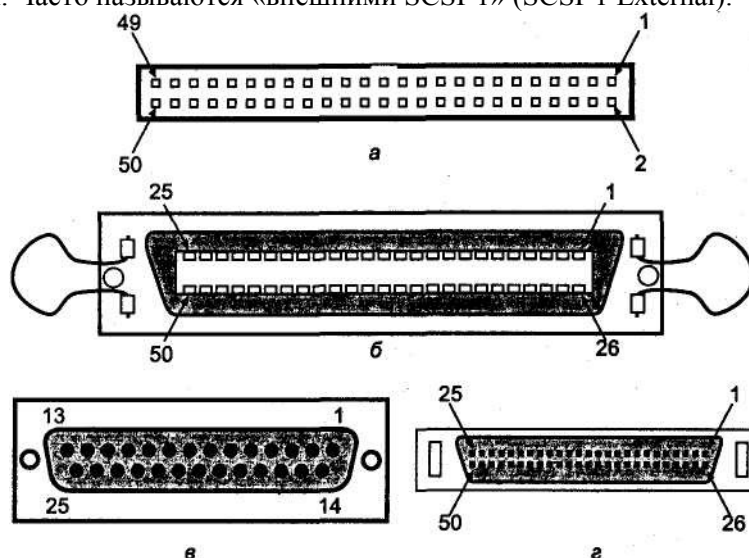
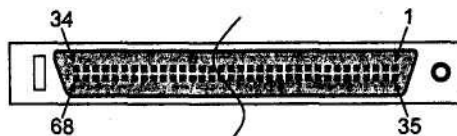
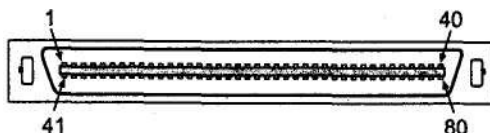

Рис. 5.1. Разъемы 8-битного устройства SCSI: а — IDC-50P, б — CX-50R в — DB-25P, г — HD-50F
Рис. 5.2. Разъемы 16-битного устройства SCSI HD-68F
Рис. 5.3. Разъем устройства SCSI с «горячей» заменой SCA-80
♦ IDC-50 - разъемы для соединения внутренних устройств (аналогичны разъемам ATA, где применяются 40-контактные IDC-40). Разъемы имеют квадратные штырьковые контакты с шагом 0,1" (2,54 мм), пластмассовый корпус, без кожуха и дополнительных фиксаторов (рис. 5.1, а). На устройствах устанавливаются *вилки* (IDC-50M), на ленточных кабелях — *розетки* (IDC-50F).
CX-50 — разъемы типа Centronics, аналогичные применяемым в принтерах (но 50-контактные). Разъемы имеют пластинчатые контакты с шагом 0,085" (2,16 мм) и внешний металлический кожух (рис. 5.1, б). Применяются для соединения внешних устройств. На корпусе устройства (и SCSI-адаптера) устанавливают *розетки* (CX-50F), на кабелях — *вилки* (CX-50M). Разъемы фиксируются проволоочными скобами, установленными на розетке, входящими в выемки на корпусе вилки. Часто называются «внешними SCSI-1» (SCSI-1 External).
♦DB-25 — разъемы с круглыми штырьковыми контактами в металлическом кожухе D-образной формы (как на LPT-порте компьютера). На устройстве устанавливается *розетка* (DB-25F), на кабеле — *вилка* (DB-25M); фиксация выполняется с помощью винтов (рис. 5.1, в). Применяются на некоторых внешних устройствах (например, Zip).
♦HD-50, они же MiniDSO (рис. 5.1, г), — разъемы со штырьковыми контактами в металлическом кожухе D-образной формы, с высокой плотностью контактов (High Density) — с шагом 0,05" (1,27 мм). На устройстве устанавливается *розетка* (HD-50F), на кабеле — *вилка* (HD-50M); фиксация выполняется с помощью защелок (клипсов). Часто называются «внешними SCSI-2» (SCSI-2 External).
♦HD-68, они же MiniD68, — аналогичные разъемы, но с 68 контактами. На устройстве устанавливается *розетка* (HD-68F или MiniD68F), на кабеле — *вилка* (HD-68M или MiniD68M). Внешние разъемы фиксируются с помощью клипсов или винтов, внутренние — только на трении. Часто называются разъемами SCSI-3, в настоящее время наиболее широко используются для «широкого» интерфейса. На рис. 5.2 показан внешний разъем, слева изображена клипса, справа — резьбовая буска.
SCA (Single Connector Attachment) — разъем для подключения устройства одним разъемом. Предназначен для подключения дисков, устанавливаемых в шасси с возможностью «горячей» замены (или, по крайней мере, легкой, через лицевую панель). В настоящее время распространена спецификация SCA-2 на разъемах MCX-80 (рис. 5.3). На устройстве устанавливается вгшся (MCX-80F), на шасси — розетка (MCX-80M). Кроме интерфейсных сигналов, на разъем выводятся шины питания, ^ также сигналы конфигурирования устройства (идентификатор, режимы и т. п.). На боковых направляющих имеются дополнительные контакты заземления. Конфигурационные джамперы устанавливаются не на устройстве, а на шасси (или на плате адаптера).
Для версии Narrow SCSI использовались разъемы, изображенные на рис. 5.1, для Wide SCSI — на рис. 5.2. Для устройств с «горячей» заменой применяют миниатюрный D-образный разъем SCA-2, общий для питания и сигнальных цепей (рис. 5.3). Ассортимент кабелей SCSI довольно широк.
- внутренний А-кабель SCSI-1 и SCSI-2 имеет разъемы с низкой плотностью контактов IDC-50 (розетки, см. рис. 5.1, а);
- внешний А-кабель SCSI-1 имеет разъемы Centronics-50 (CX-50M, см. рис. 5.1, б);
- внешний А-кабель SCSI-2 имеет разъемы MiniDSOM (HD-50M, см. рис. 5.1, в).
♦*Mac SCSI*. Кабель с разъемами DB-25P (см. рис. 5.1, з) — 8-битный, стандартный для Macintosh (назначение контактов см. ниже), используется на некоторых внешних устройствах (Ionema ZIP Drive). Встречается иная раскладка цепей, если 25-контактный разъем установлен на хост-адаптере.